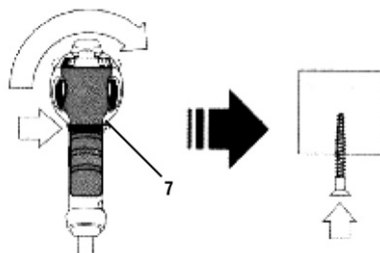

Fig. 4 – Sentido de rotación a la derecha
Para invertir el sentido de rotación del DESTORNILLADOR PFD 514 DWT, primero es necesario que el mismo esté con el motor completamente parado, en caso contrario podrán ocurrir daños a la herramienta y estos no estarán cubiertos por la garantía. Para girar en sentido horario (atornillar), mover el “selector de reversión” (5) a la derecha, como se muestra en la fig. 4.